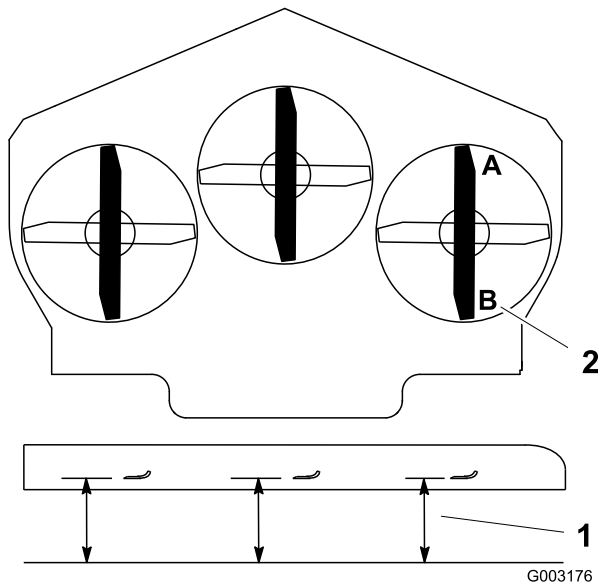

Figure 77
1. Tournez la lame droite dans le sens longitudinal (Figure 77).
2. Mesurez la distance au point **A** entre la surface plane et le tranchant de la pointe de la lame droite (Figure 77).
4. Mesurez la distance au point **B** entre la surface plane et le tranchant de la pointe de la lame droite (Figure 77).
6. La lame doit être plus basse de 6 à 10 mm au point **A** qu'au point **B** (Figure 77). Si ce n'est pas le cas, passez aux opérations suivantes.